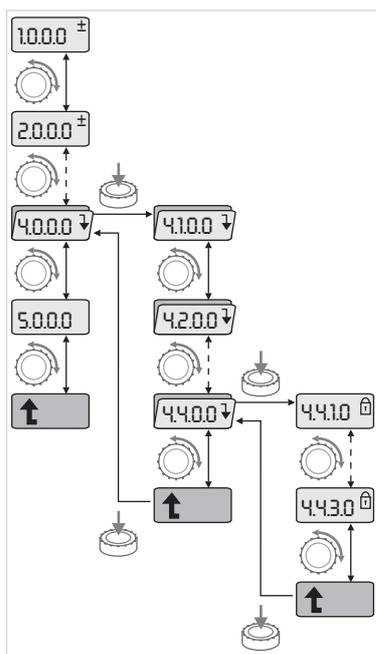

Fig. 37: Пример навигации
-  Выполнить общую навигацию в меню следующим образом (пример см. на Fig. 37):